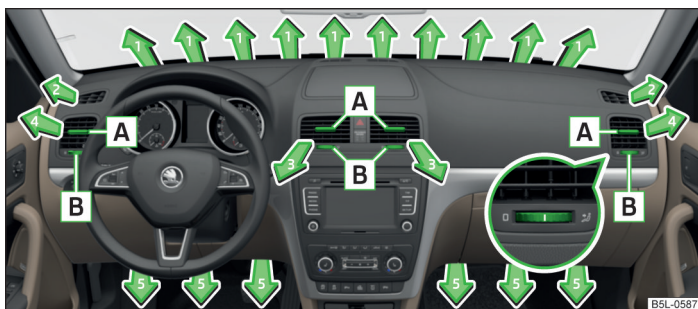
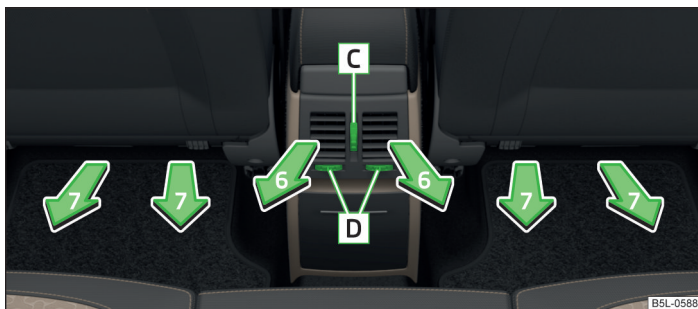

Fig. 91 Difusores de aire delanteros
Fig. 92 Difusores de aire traseros
En los difusores de aire 3, 4 » fig. 91 y 6 » fig. 92 se puede modificar el sentido de la corriente de aire, y los difusores se pueden también cerrar y abrir individualmente.
» Gire el regulador giratorio **B** hasta la posición  » fig. 91.
» Gire el regulador giratorio **B** hasta la posición **0** » fig. 91.
» Gire el regulador giratorio **C** entre las posiciones finales » fig. 92.
» Gire el regulador giratorio **C** hasta la posición final » fig. 92.
» Mueva las láminas horizontales mediante el elemento de ajuste **A** hacia arriba o abajo para cambiar la altura de la corriente de aire » fig. 91.
» Mueva las láminas horizontales mediante el elemento de ajuste vertical **C** hacia arriba o abajo para cambiar la altura de la corriente de aire » fig. 92.
- Los difusores **6** » fig. 92 los tienen sólo los vehículos con consola central alta.